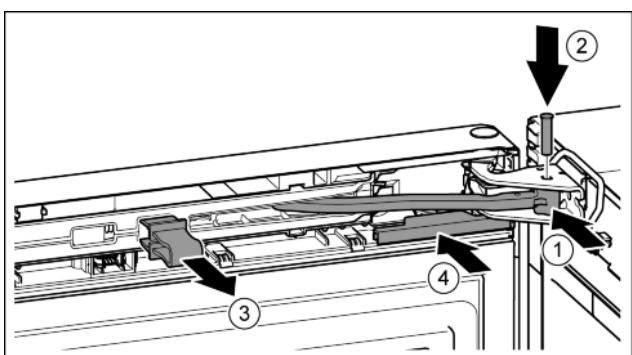

Fig. 44
- ▶ Повернуть шарнир в опорном кронштейне. Fig. 44 (1)
- ▶ Вставить палец в опорный кронштейн и шарнир. При этом следить за тем, чтобы выступ фиксатора занимал правильное положение в пазу. Fig. 44 (2)
- ▶ Снять предохранитель. Fig. 44 (3)
- ▶ Надвинуть крышку. Fig. 44 (4)